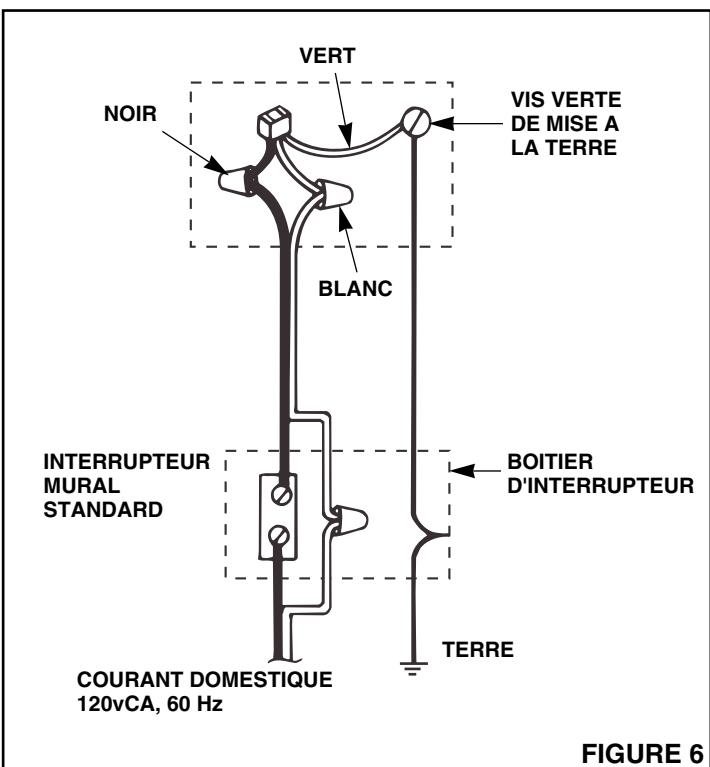

FIGURE 6
3. Voir Figure 6. Raccorder les fils d'alimentation aux fils du ventilateur: le noir avec le noir, le blanc avec le blanc. Raccorder le fil de terre à la vis verte de mise à la terre.